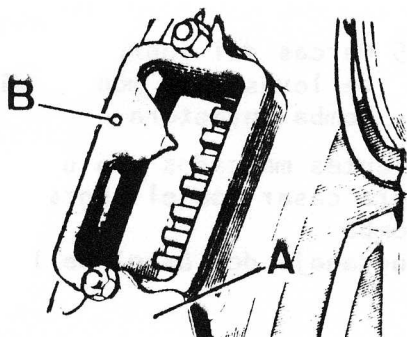

Fig. A3-32 Posicionamiento del índice de referencia
- 3.3. Abrir la tapa, A (Fig. A3-32) del registro del cárter del volante, extraer -- las juntas de corcho de dicha tapa y situar el orificio, B, del índice de referencia para puesta a punto, alineado con el granetazo existente en el cárter del volante, para lo cual será necesario desplazar dicho índice hacia la izquierda o derecha.
- 3.13. Montar la tapa de la ventana de inspección del cárter del volante, A (Fig. A3-32) con sus juntas y continuar el montaje invirtiendo del punto 1.6 al 1.2.